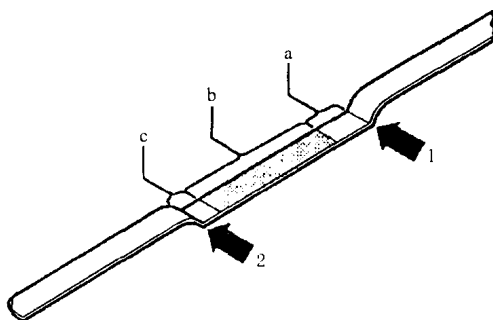

图 0-5 机油尺标记
(2) 发动机机油规格: VW500 00、501 01 或 502 00 标准的发动机机油, 只有在特殊情况下才使用 API-SF 或 SG 标准机油。长效发动机机油规格: 新的 VW 标准(抗老化), 首次加注为 VW503 00(VW TL52 173)。
(3) 机油容量: 4.0 L(不含机油滤清器), 4.5 L(含机油滤清器)。
(4) 发动机出厂时已加注了 VW503 00 机油, 该种机油用于维修间隔长的发动机, 也可用于维修间隔短的发动机。VW500 00、501 01 或 502 00 的发动机机油仍可继续使用, 但每 12 个月或 15 000 km 必须更换机油。
(5) 机油尺标记见图 0-5。